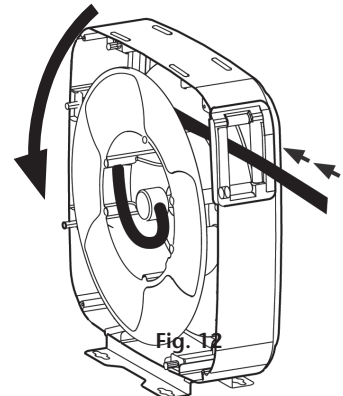

Fig.14
3. Gently pull the hose, it will be automatically rewound (fig. 14).
3. Gently pull the hose, the hose is automatically rewound (fig. 14).
3. Tirez doucement sur le flexible pour le libérer du cliquet et accompagnez le jusqu'à ce qu'il soit complètement rembobiné (fig. 14).
3. Tire suavemente de la manguera hasta que quede liberada del trinquete y se recoja por si misma (fig. 14).